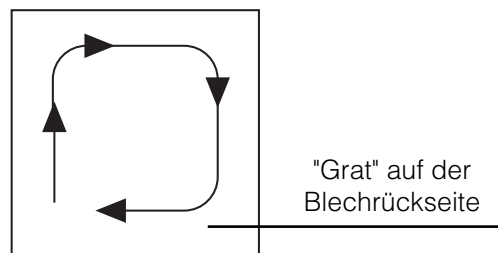

Abb. 25
- 2 - Prüfen Sie, ob auf der Blechrückseite (die der Schneidfläche entgegengesetzte Seite) "Grat" (Metallschlacke) vorhanden ist (Abb.25).